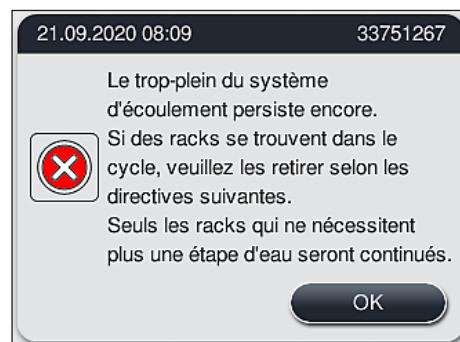

Fig. 125
3. Si l'obstruction ne peut être éliminée malgré les mesures de nettoyage, les stations d'eau sont désactivées en raison du niveau d'eau critique persistant. Les stations d'eau sont caractérisées comme défectueuses sur l'affichage. Pour abandonner un ou plusieurs programmes, appuyez sur (→ "Fig. 123-2") ou (→ "Fig. 124-2") pour démarrer le processus d'abandon contrôlé. Les programmes qui ne nécessitent pas de pas d'eau sont poursuivis jusqu'à la fin du processus de coloration. Tous les supports de lames restants qui nécessitent encore au moins un pas d'eau doivent être annulés et retirés de l'appareil. Confirmer le message suivant (→ "Fig. 125") en appuyant sur **Ok**.